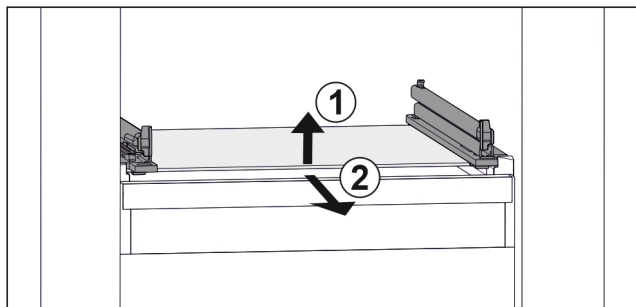

Fig. 45 Simbolična slika steklene plošče
- ▶ Steklenu ploščo dvignite v smeri naprej. Fig. 45 (1)
- ▶ Steklenu ploščo odstranite v smeri naprej. Fig. 45 (2)